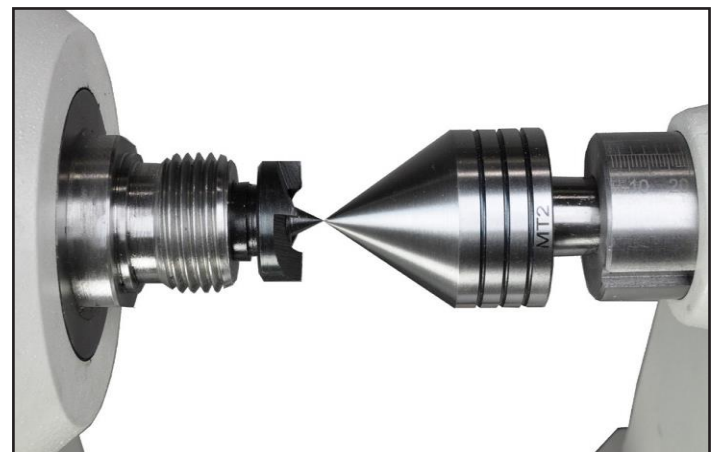

FIG. 28
1. Faites glisser la poupée mobile vers la poupée jusqu'à ce que le point central du centre actif touche presque le centre de l'épave de la poupée. Figure 28